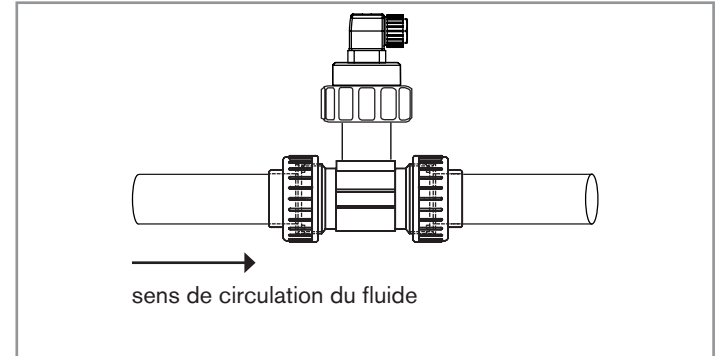
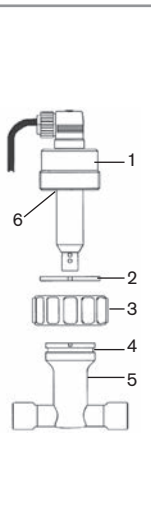

Fig. 4 : Position de montage de l'ensemble raccord-appareil dans le tuyau
Fig. 5 : Installation du 8220 sur le raccord S020
L'appareil s'installe sur une canalisation à l'aide d'un raccord type S020 (voir Fig. 4 et Fig. 5).
- Installer le raccord (repère 5) sur le tuyau selon les instructions du manuel d'utilisation du raccord utilisé et selon la Fig. 4.